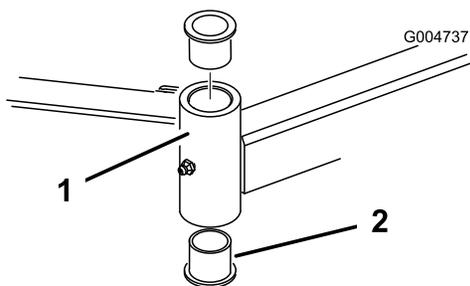

Figura 82
4. Inserite un punteruolo nella parte superiore o inferiore del tubo di fissaggio, e spingete la boccola fuori del tubo (Figura 82).